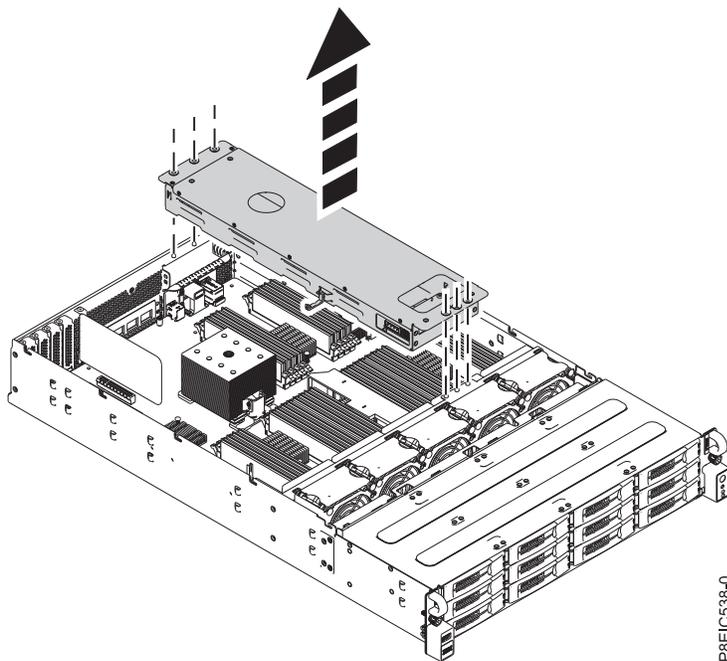

Abbildung 19. Baugruppe der Laufwerkhalterung an der Rückseite ausbauen
5. Heben Sie die Baugruppe der Laufwerkhalterung an der Rückseite des Systems an (siehe Abb. 19).